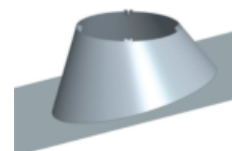

Figure 48 – Solin Plat (F)
Le Solin Plat (F) est utilisé conjointement avec le collet de Solin (SC) pour les intempéries extérieures sur un toit plat. Voir la figure 48.